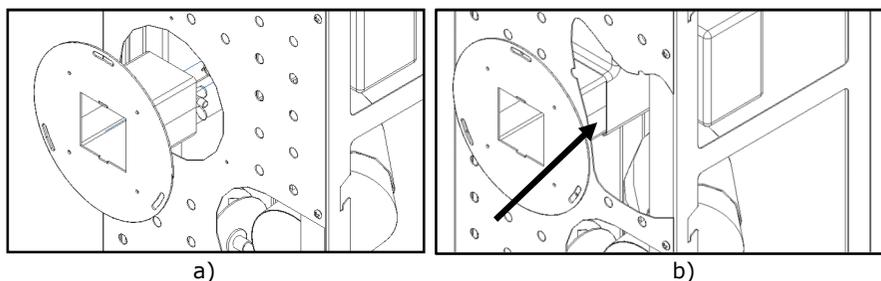

Figura 62– Encaixe guia ar na salamandra
h) Encaixar o acessório “guia de ar canalizável” nas costas do equipamento, garantindo que este encaixe na parte interna da boca de saída de ar do ventilador (Figura 62-b).